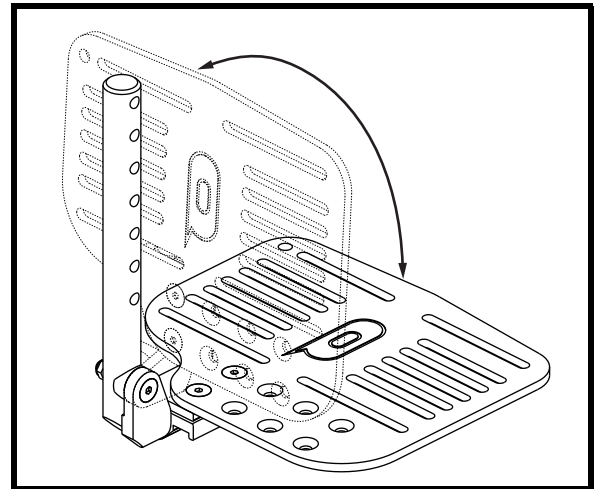
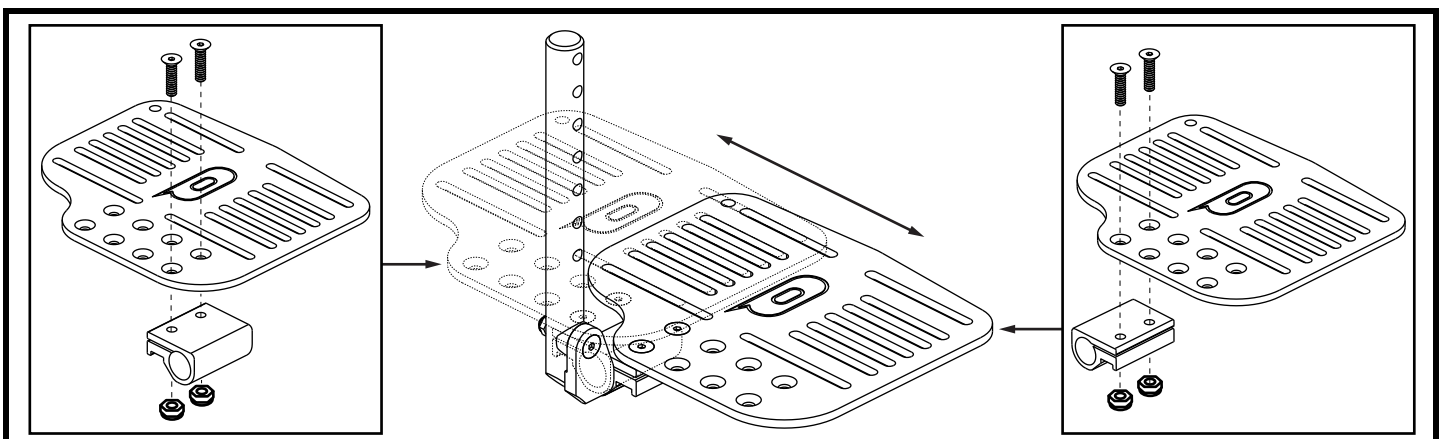

Figure 23. Pour relever les palettes
Figure 25. Réglage de la profondeur de la palette
Les palettes possèdent deux réglages distincts: l'angle et la profondeur. La profondeur peut être réglée sur quatre (4) positions à 2.5 cm (1 po) d'intervalle. Si la position de la palette est inversée, vous pouvez ajouter 2 cm (0.75 po) de profondeur totale vers l'avant ou vers l'arrière. **Voir la figure 25.** De plus, les palettes peuvent être relevés pour faciliter les transferts. **Voir la figure 23.**
1. Retirez les vis et les écrous du support de palette. **Voir la figure 25.**
3. Repositionnez la palette et son support sur la longueur désirée. **Voir la figure 25.**